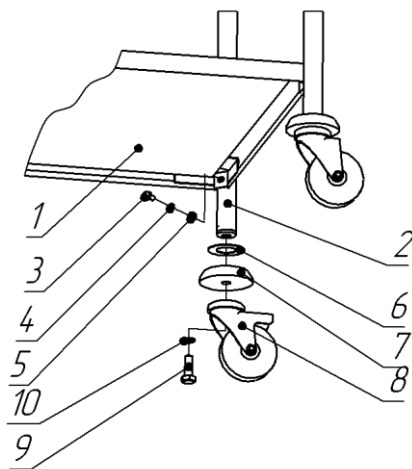

Рис. 3
4.1. Распаковать тележку. Произвести сборку изделия согласно (Рис. 3).